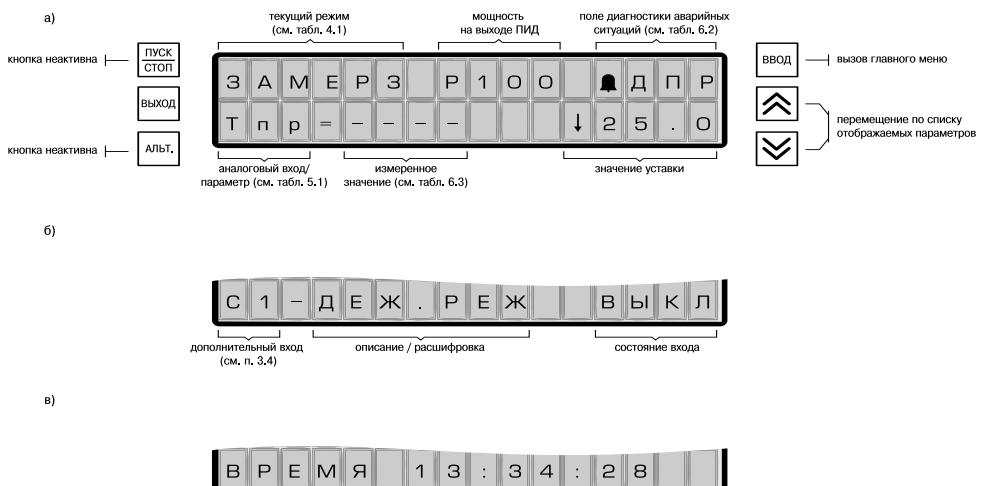

Рис. 6.1
6.3.1. При возникновении нештатной ситуации, вызванной ошибкой измерения или изменением состояния дополнительных входов, на индикаторе в верхнем правом углу появляется сообщение с символом (рис. 6.1, а).
На индикаторе в поле диагностики аварийных ситуаций (рис. 6.1) сохраняется и не сбрасывается кнопкой **выход** информация об источнике, первым приведшем к переходу в текущий аварийный режим. Сброс возможен при снятии всех аварийных условий и смене режима работы прибора. Это сделано для возможности выяснения причин возникновения аварийной ситуации.
6.3.2. При работе прибора непрерывно производится диагностика состояния измерительных входов, предотвращающих возникновение различных нештатных ситуаций, связанных с неисправностью датчиков. При возникновении подобной ситуации код ошибки выводится на индикатор в соответствующем поле сообщений (рис. 6.1, а). Коды ошибок измерения приведены в табл. 6.3.
При восстановлении работоспособности неисправных датчиков аварийный сигнал в верхнем правом углу (рис. 6.1, а) сохраняется. Для сброса аварийного сигнала необходимо нажать на кнопку **выход**.
6.3.4. Отображаемое обозначение (см. рис. 6.1) функционального назначения дополнительного дискретного входа (см. п. 3.4) приведено в табл. 6.4.